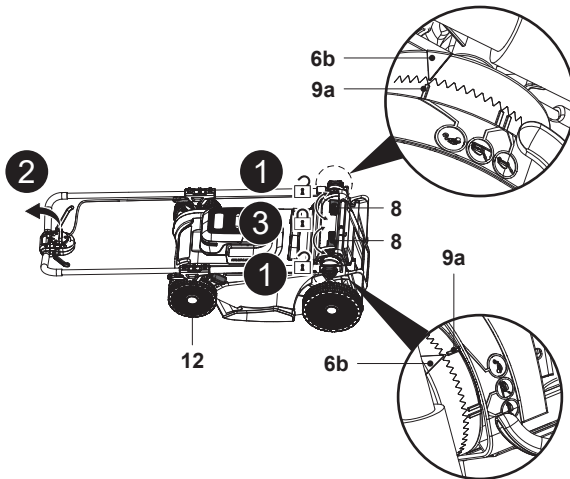

Fig. 23
1. Éteindre la machine et retirer la batterie (24) avant le rangement.
- Retirer le bac de ramassage (7)/l'obturateur mulching (23).
- Régler le levier de réglage de la hauteur de coupe (12) sur la position la plus basse.
- Desserrer les deux leviers de serrage (8), puis replier complètement l'ensemble de guidon (Fig. 23, étapes 1, 2).
- Fixer les raccords en verrouillant les deux leviers de serrage (8) et s'assurer que le triangle de repère (6b) est aligné sur l'indicateur de stationnement (9a) afin d'éviter toute dispersion (Fig. 23, étape 3).